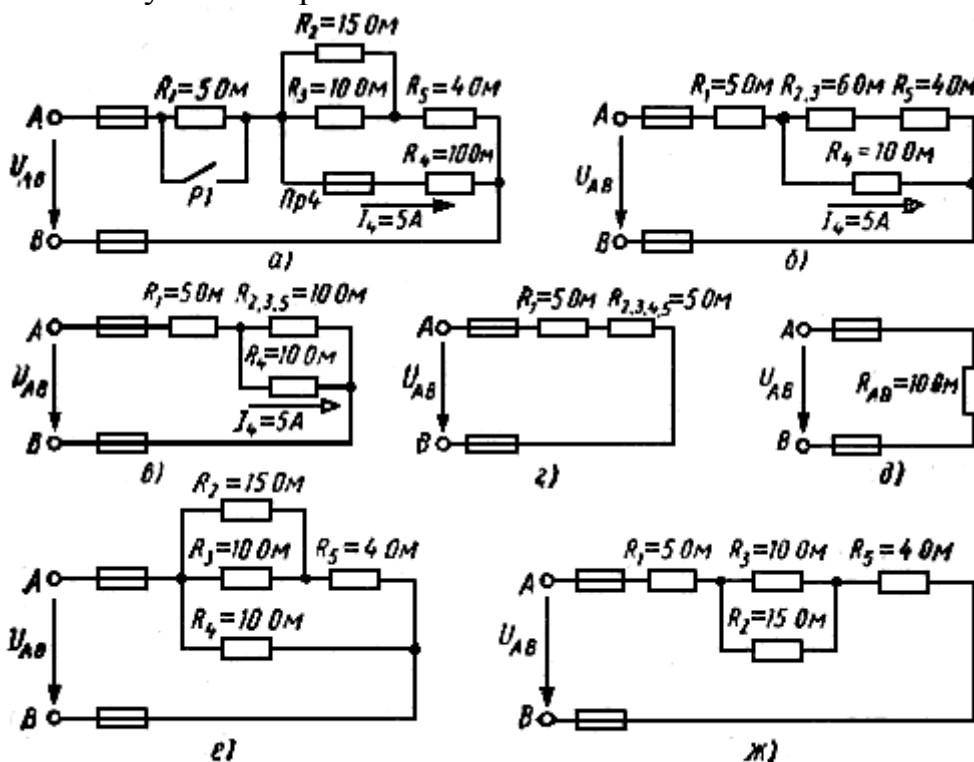

Рис. 1
Пример 1. Для схемы, приведенной на рис. 1, определить эквивалентное сопротивление цепи R_{AB} , токи в каждом резисторе и напряжение U_{AB} , приложенное к цепи. Заданы сопротивления резисторов и ток I_4 в резисторе R_4 . Как изменятся токи в резисторах при: а) замыкании рубильника $P1$, б) расплавлении вставки предохранителя $Пр4$? В обоих случаях напряжение остается неизменным.
1. Определяем общее сопротивление разветвления R_2, R_3 . Резисторы соединены параллельно (рис. 1,а), поэтому:
Теперь схема примет вид, показанный на рис. 1,б
$$R_{2,3,5} = R_{2,3} + R_5 = 6 + 4 = 10 \text{ Ом (рис. 1, в).}$$
$$R_{2,3,4,5} = (10 \cdot 10) / (10 + 10) = 5 \text{ Ом (рис. 1, г).}$$
$$R_{AB} = R_1 + R_{2,3,4,5} = 5 + 5 = 10 \text{ Ом (рис. 1, д).}$$
Это же напряжение приложено к резисторам $R_{2,3} + R_5$ (рис. 1, б). Поэтому ток в резисторе R_5 :
10. При включении рубильника $P1$ сопротивление R_1 замыкается накоротко и схема цепи имеет вид, показанный на рис. 1, е. Эквивалентное сопротивление цепи в этом случае:
11. При расплавлении предохранителя $Pr4$ резистор R_4 выключается и схема принимает вид, показанный на рис. 1, ж. Вычисляем эквивалентное сопротивление схемы: